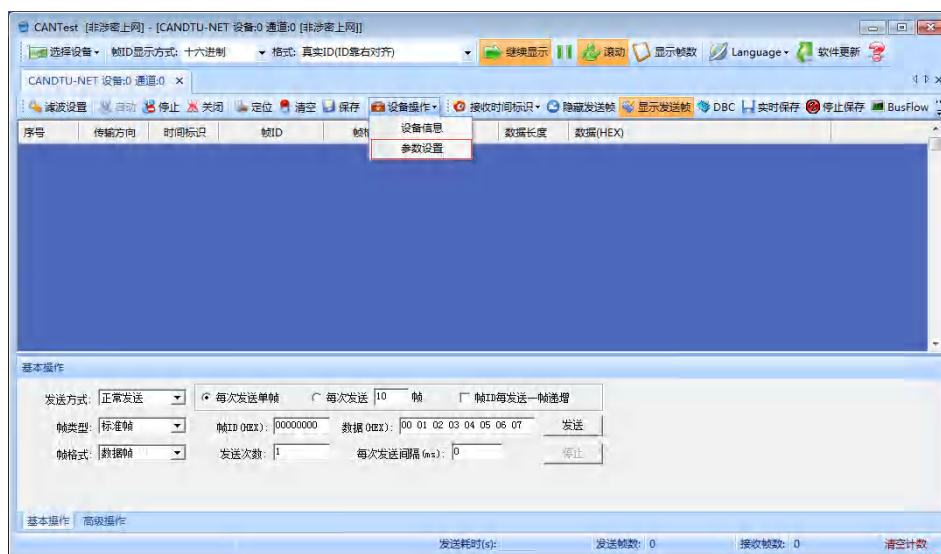
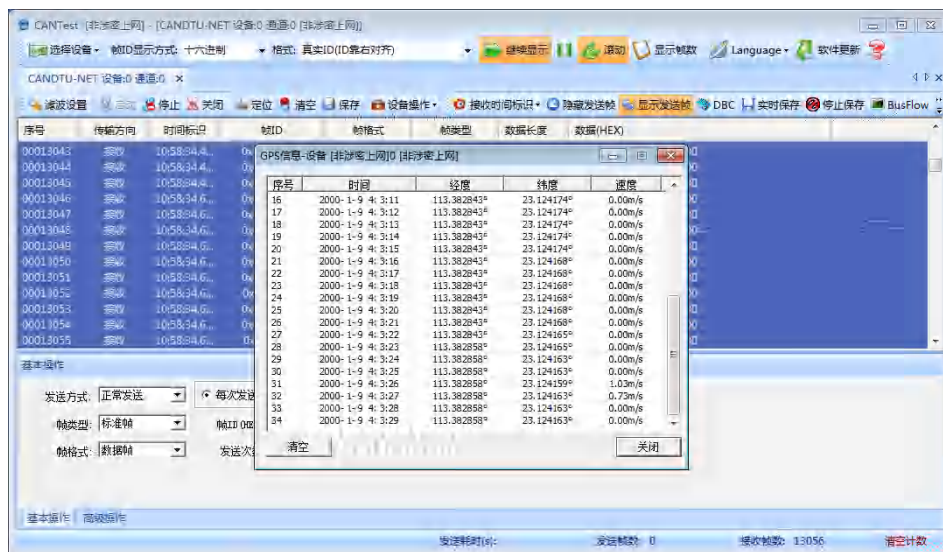

图 4.42 参数设置选择
图 4.43 GPS 定位数据
- 5) 如图 4.42 所示, 点击“设备操作”项下“参数设备”可查看 GPS 上传位置信息, 如图 4.43 所示。